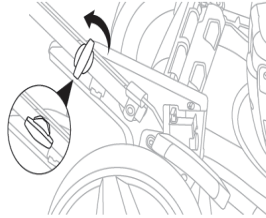

Рис. 3
2. Переместите нижнюю рукоятку в рабочее положение и затем закрепите её в корпусе устройства, затянув фиксирующие винты (Рис. 3).